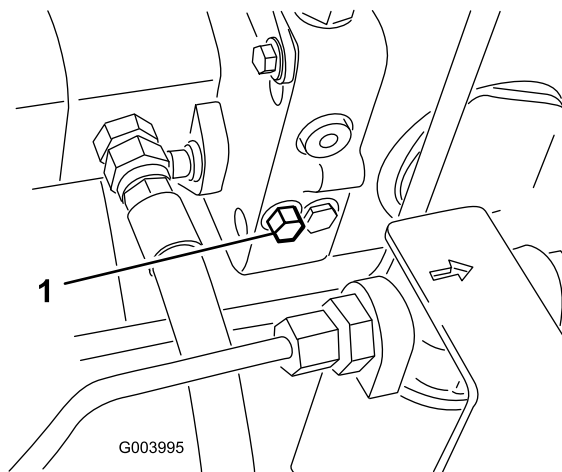

**Bild 42**
1. Dieses Sicherheitsventil befindet sich links am Hydrostat (Bild 42). Drehen Sie die Schraube um eineinhalb Umdrehungen, um das Ventil zu öffnen und Öl intern abzulenken. Weil das Öl abgelenkt wird, lässt sich die Maschine ohne Schäden am Getriebe langsam bewegen.